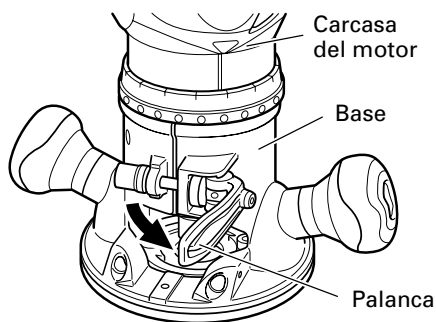
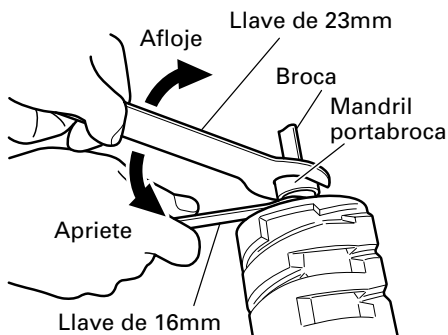

Fig. 2
Fig. 3
- (1) Retire la carcasa del motor de la base, de la siguiente manera.
- (a) Abra la palanca. (Fig. 2)
- (2) Limpie e inserte el mango de la broca en el mandril portabroca hasta al fondo y seguidamente, hágalo retroceder aproximadamente 1/16" (aprox 2 mm).
- (3) Con la broca insertada y la llave de 16 mm sujetando el eje del inducido, utilice la llave de 23 mm para apretar firmemente el mandril portabroca en el sentido de las agujas del reloj (visto desde la parte inferior de la fresadora). (Fig. 3)
- (4) Cuando se utiliza la broca de mango de 1/4", reemplace el mandril portabroca equipado con una de las brocas de mango de 1/4" suministradas como accesorio estándar.